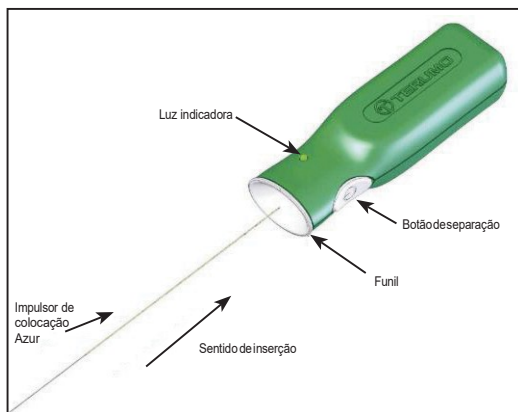

Figura 2 – Controlador de separação Azur
13. Antes de usar o dispositivo, remova a extremidade proximal do impulsor de colocação da embalagem em forma de tubo. Cuidado para não contaminar esta extremidade do impulsor de colocação com substâncias estranhas, como sangue ou contraste. Insira firmemente a extremidade proximal do impulsor de colocação dentro da seção do funil do controlador de separação Azur. Consulte a Figura 2. **Não pressione o botão de separação neste momento.**
30. Conecte a extremidade proximal do impulsor de colocação ao controlador de separação Azul inserindo firmemente a extremidade proximal do impulsor de colocação dentro da seção do funil do controlador de separação Azul. Consulte a Figura 2.